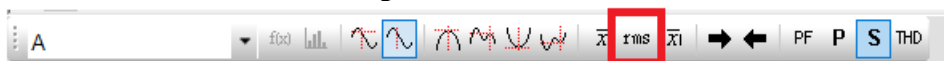

Figura 5 – Cálculo do valor *rms*.
- c) Obtenha o valor *rms* das tensões e corrente clicando no botão de calcular *rms* na janela de *Run Simulation*, conforme mostrado na Figura 5.